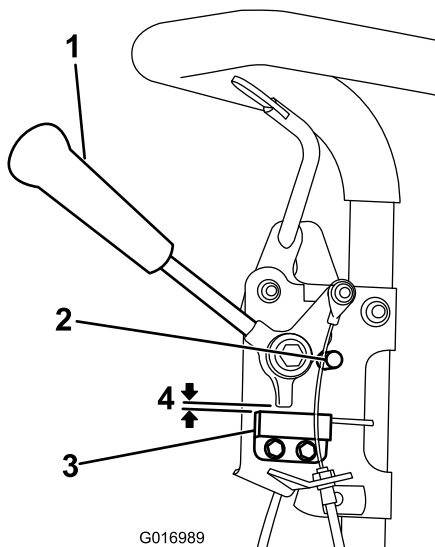

Рисунок 33
1. Убедитесь в том, что двигатель заглушен, а рычаг тяги отключен и опирается на упор нейтрали. (Рисунок 33).
2. Выверните крепежные детали блокировочного выключателя (Рисунок 33).
3. Поставьте регулировочную прокладку толщиной 0,812 мм (0,032 дюйма) между рычагом тяги и блокировочным выключателем (Рисунок 33).